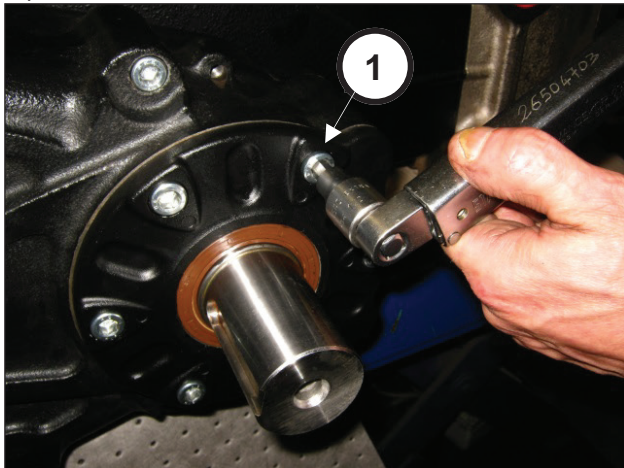

Fig. 95
Apretar los 6 tornillos M10x25 (pos. ①, Fig. 95). Ajustar los tornillos con la llave dinamométrica como se indica en el capítulo 3 CALIBRACIÓN DE AJUSTE DE LOS TORNILLOS.